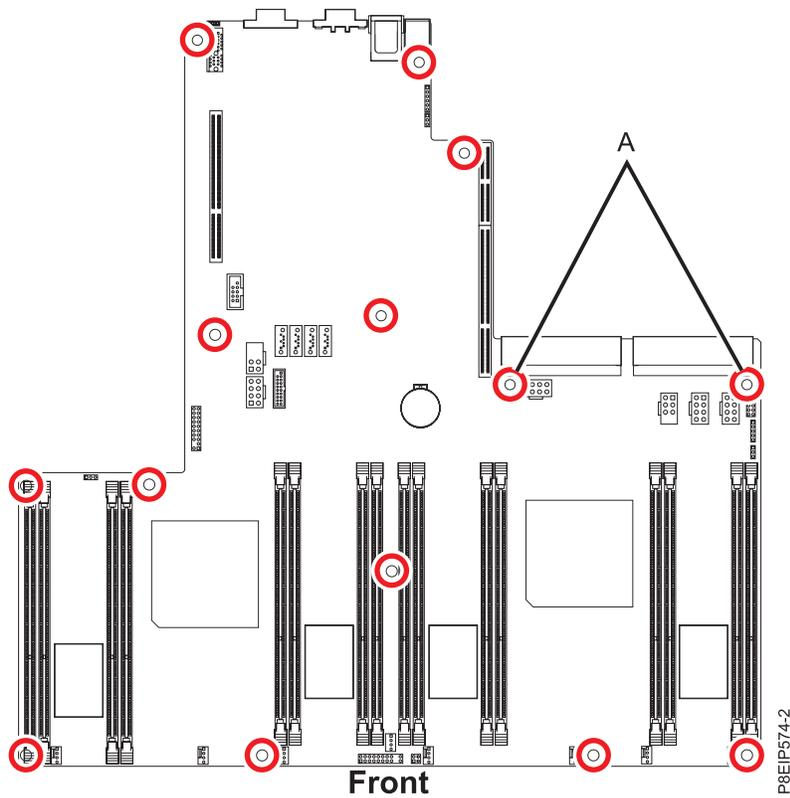

Figura 58. Locais dos parafusos. Os dois parafusos em (A) são da cor preta e ligeiramente mais compridos.
13. Alinhe e aperte os 14 parafusos no painel traseiro do sistema. Os locais dos parafusos são mostrados na Figura 58 na página 53.